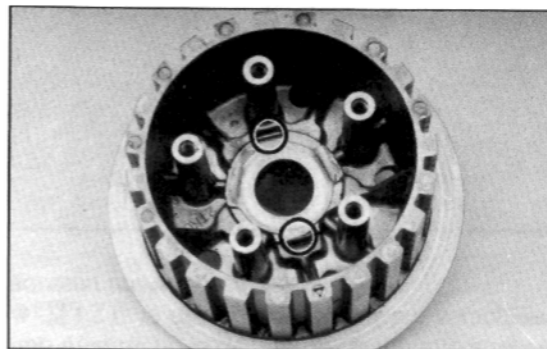

Bild 108
- Sicherungsblech an Zentralmutter anlegen, siehe Bild 108.